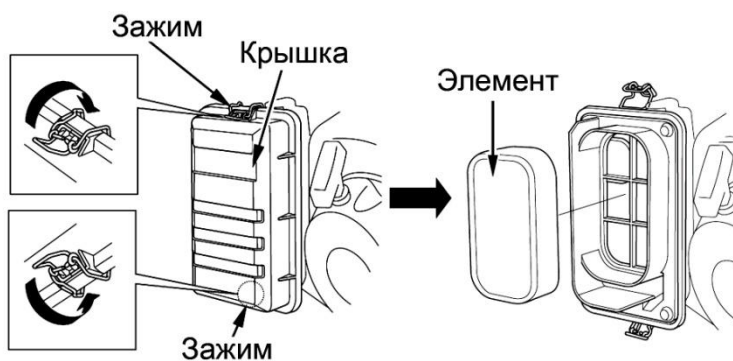

Рис. 5
- Отожмите зажимы сверху и снизу крышки воздушного фильтра (См. Рис.5).
- Установите фильтрующий элемент и крышку фильтра на место (См. Рис.5).